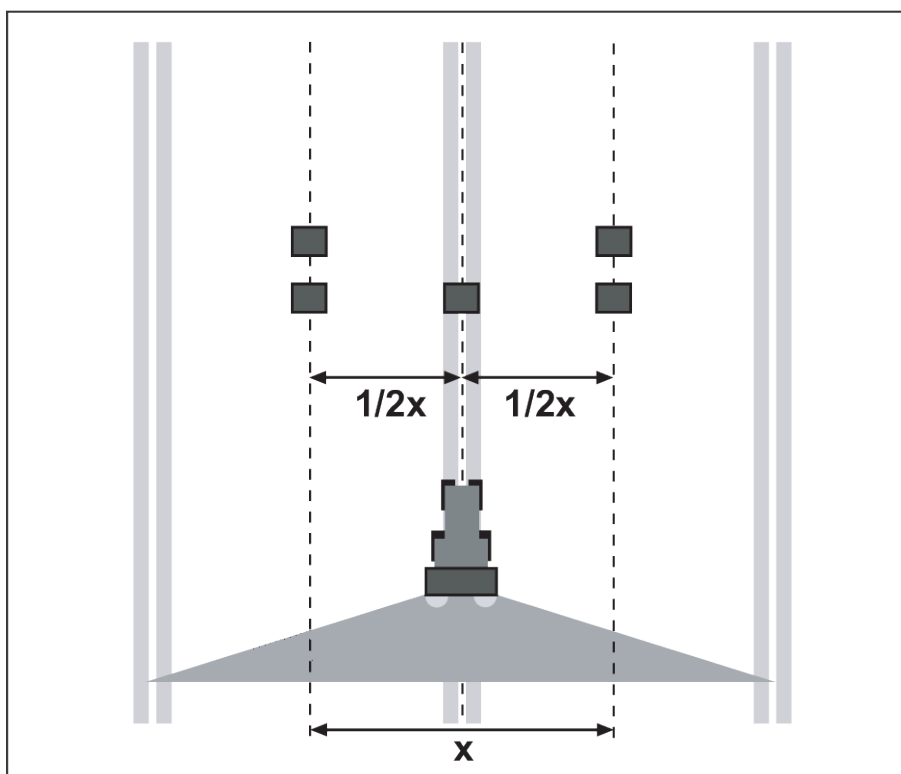

Fig. 32: Opstilling til en kørsel
- ▶ Opstil to opsamlings-skåle med en indbyrdes afstand på **1 m** efter hinanden i overlappingszonerne (mellem køresporene) og en opsamlings-skål i køresporet (Fig. 32).